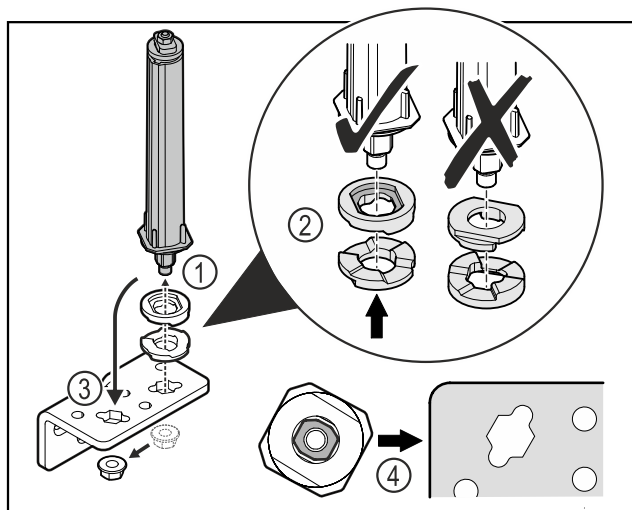

Fig. 20
- ▶ Atskrūvējiet uzgriezni un noņemiet durvju slēgšanas sistēmu Fig. 20 (1).
- ▶ Ievērojiet augstuma regulēšanas paplākšņu pareizo izvietojumu Fig. 20 (2).
- ▶ Pārlieciet durvju slēgšanas sistēmu lokāmajā kronšteinā un nofiksējiet ar uzgriezni Fig. 20 (3).
- ▶ Ievērojiet durvju slēgšanas sistēmas pareizo izvietojumu ievietošanas laikā Fig. 20 (4).